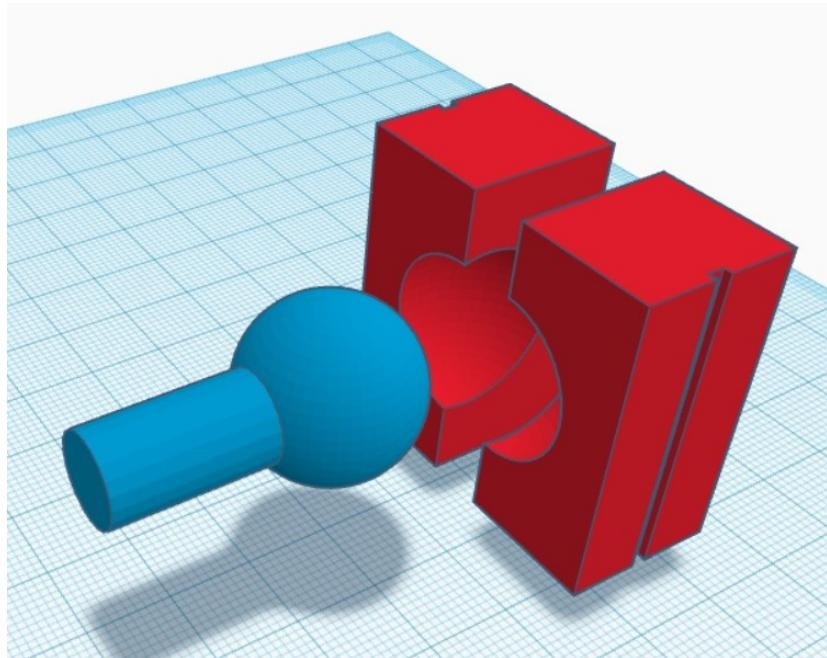

Abb. 15: Das fertige Modell
13. Das Modell ist nun fertig (Abb. 15). Je ein Objekt kann in der oberen rechten Ecke unter „Exportieren“ als .stl-Datei exportiert werden. Am Ende müssen die drei .stl-Dateien einzeln in das Slicing-Programm importiert werden.